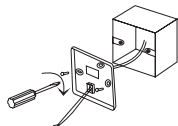

Рис. 2
4. Как показано на рис. 2, закрепите заднюю крышку пульта на стене или распаечной коробке с помощью комплектных саморезов M4x20.